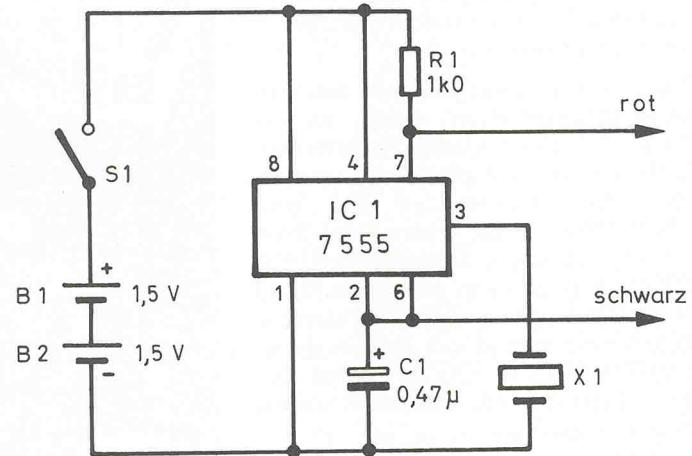

Bild 1. Die Widerstandsflöte besteht im wesentlichen aus nur vier Bauteilen.
Die wirklich einfache Schaltung des Durchgangstesters ist in Bild 1 zu sehen. Sie basiert auf einer Grundschaltung des CMOS-Timers IC1, der als astabile Kippstufe (Multivibrator) geschaltet ist. Einer der beiden frequenzbestimmenden Widerstände ist dabei der an den Prüfklemmen anliegende Widerstand. Die CMOS-Version des Timers wurde deshalb gewählt, weil die Betriebsspannung bis hinab zu 2 V betragen darf — geradezu ideal also für die 3-V-Speisespannung des Durchgangstesters. Obwohl für die Normal-Version des Timers (555) laut Datenblatt eine Mindestspannung in Höhe von 4,5 V gefordert wird, konnte in unseren Laborversuchen auch die Normal-Version an einer Spannung von 3 V betrieben werden. Wenn Sie allerdings auf der sicheren Seite bleiben wollen, setzen Sie gleich die CMOS-Ausführung ein.